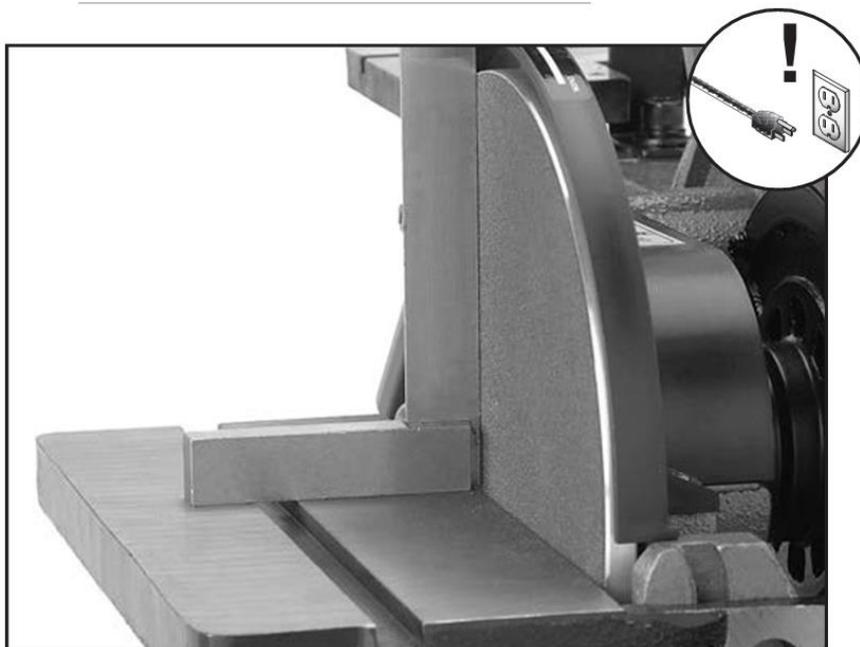

Рис. 34. С помощью угольника установите положение шлифовального круга на 90°.
2. Приложите угольник или другой измерительный инструмент под углом 90° к дисковому столу и шлифовальному диску (см. рис. 34).